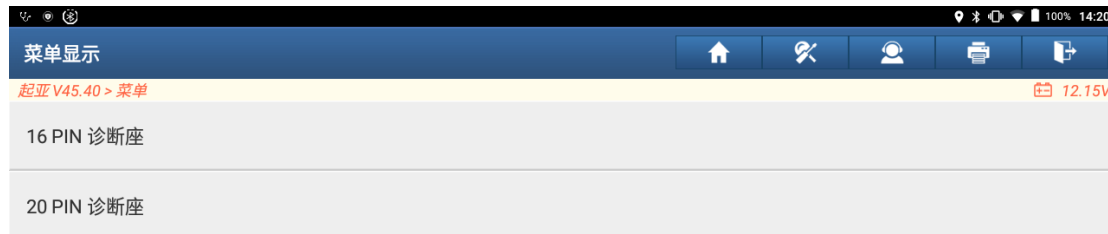

图 1
1. 打开汽车点火开关，连接好元征 X431 PAD III 接头，选择【起亚 (KIA)】车型软件，V45.40 及以上版本，进入以下菜单界面，如图 1；